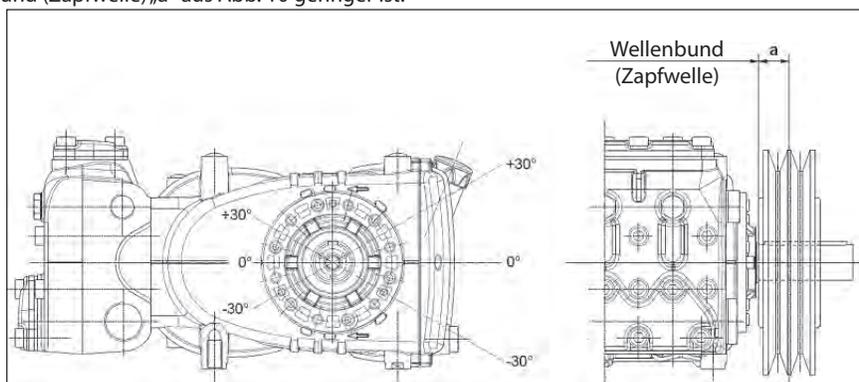

Abb. 10
Der Antrieb gilt als richtig bemessen, wenn die Belastung bei einem maximalen Abstand $a=30$ mm vom Wellenbund (Zapfwelle) ausgeübt wird, siehe Abb. 10.
- b) Verwenden Sie Hochleistungsriemen - zum Beispiel **XPB** statt **SPB** - da hierbei weniger Riemen bei gleicher Leistungsübertragung benötigt werden und der Abstand zum Wellenbund (Zapfwelle) „a“ aus Abb. 10 geringer ist.